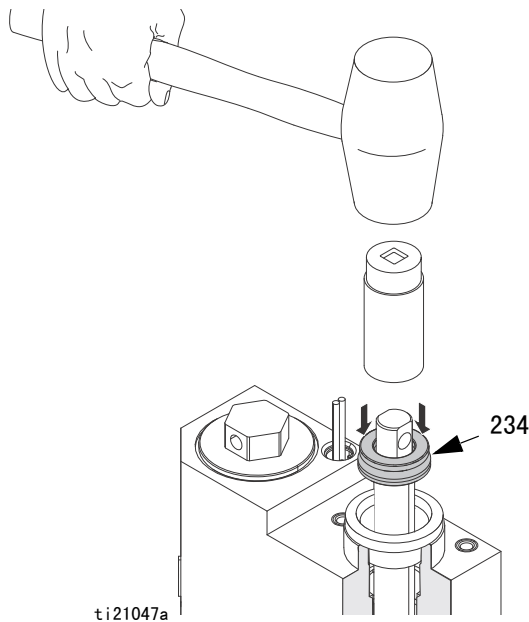

图 29
3. 将活塞杆组件 (223) 推入熔化器出口歧管 (203)。
4. 在喉管 U 形杯 (234) 上涂抹润滑脂, 然后滑过活塞杆 (223), 唇缘向下。
5. 在活塞杆 (223) 上放一个 7/8 英寸的长套筒 (3/8 英寸驱动), 然后用橡胶锤轻轻击打喉管 U 形杯 (234), 使其就位。参见图 29。